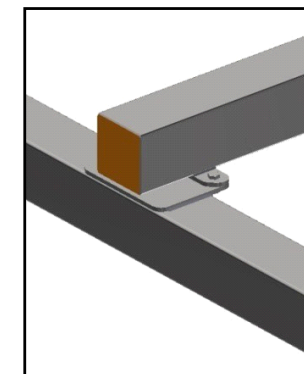

рис. 7
5. На площадки верхней обвязки устанавливается поперечная стяжка и крепятся болтами М12х50 с шайбами и гайками (рис. 7).